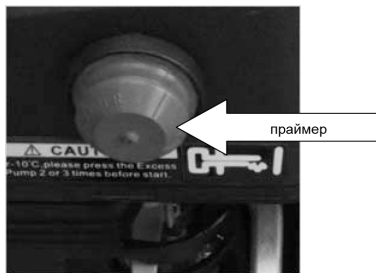

Рис.24
5. Установите выключатель в положение ON(Вкл). Нажмите и удерживайте кнопку запуска (А) электрического стартера (Рис.24).